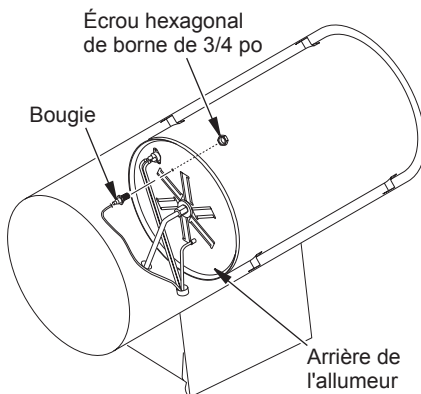

Figure 9 - Retrait de l'écrou de la bougie et de la bougie (l'appareil de chauffage peut être différent de celui illustré)
3. Desserrez l'écrou hexagonal de 3/4 po de l'avant de l'appareil de chauffage qui retient la bougie en place (voir figure 9).